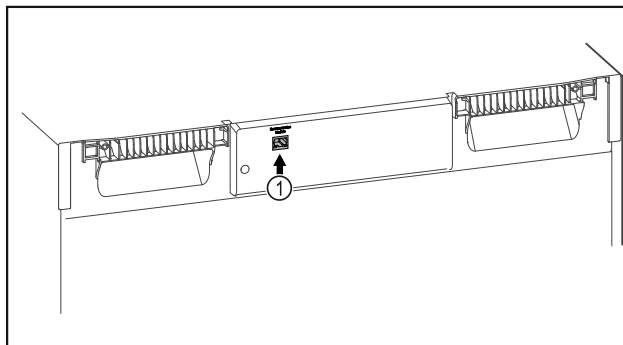

Fig. 112
- ☐ A SmartModule Fig. 112 (1) be van helyezve.